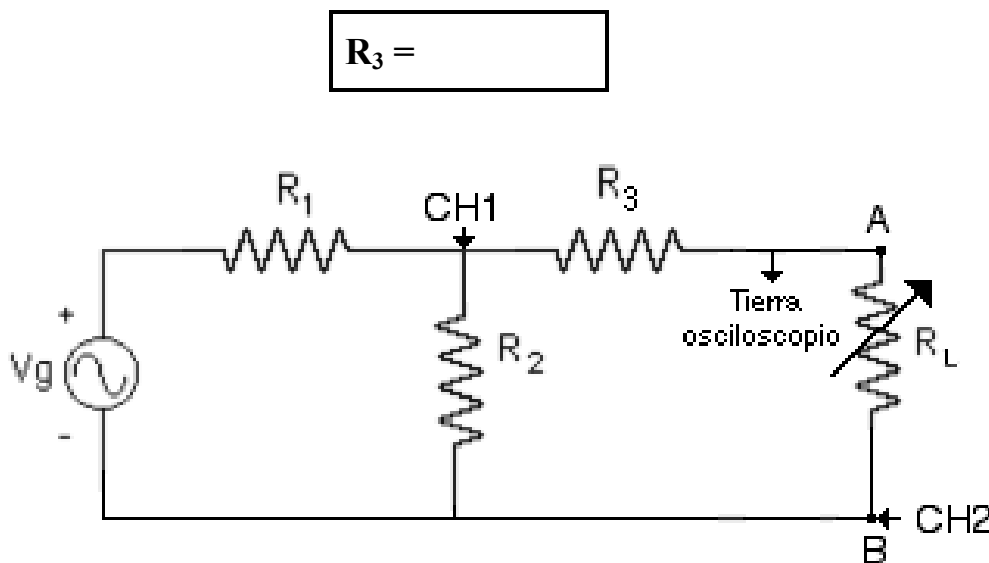

Figura 7.5.- Circuito para comprobar el teorema de Máxima Transferencia de Potencia con  $R_L$  variable utilizando el osciloscopio
10.-Teorema de Máxima Transferencia de Potencia ( $R_{TH}$  variable): El circuito analizado se va a utilizar para comprobar el Teorema de Máxima Transferencia de Potencia cuando se conecta una carga resistiva, utilizando el osciloscopio y midiendo la corriente  $I_L$  en forma indirecta, a través del voltaje sobre  $R_3$ . Mida con el óhmetro el valor de la resistencia  $R_3$  y conecte las dos puntas del osciloscopio como se indica en la Figura 7.5, **ASEGURÁNDOSE QUE EL OSCILOSCOPIO ESTÉ FLOTANDO**. El voltaje sobre la resistencia de carga  $R_L$  está invertido, por lo que debe invertir el canal correspondiente.